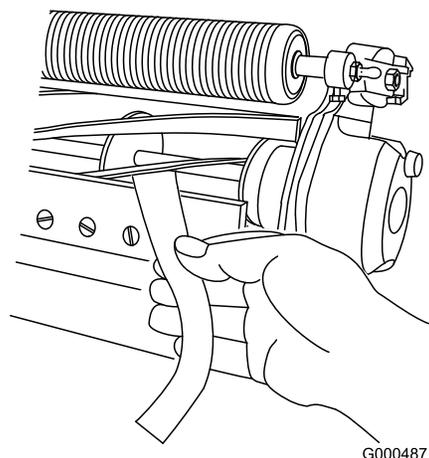

Figure 17
3. Contrôlez la performance de coupe en insérant une longue bande de papier de performance de coupe (réf. Toro 125-5610) entre le cylindre et la contre-lame, perpendiculairement à la contre-lame (Figure 17). Faites tourner **lentement** le cylindre en avant ; il devrait couper le papier.